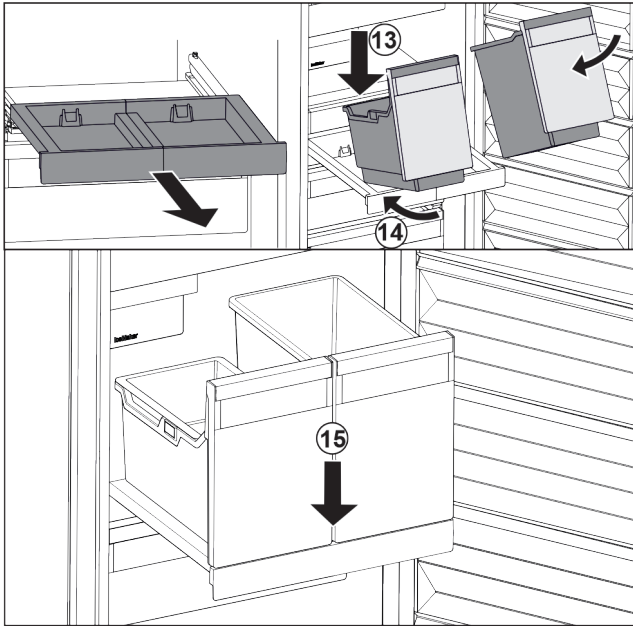

Fig. 110
- ▶ Поставете съда под ъгъл върху изтеглящата се дъска. Fig. 110 (13)
- ▶ Вкарайте съда под ъгъл назад. Fig. 110 (14)
- ▶ Спуснете съда отпред. Fig. 110 (15)